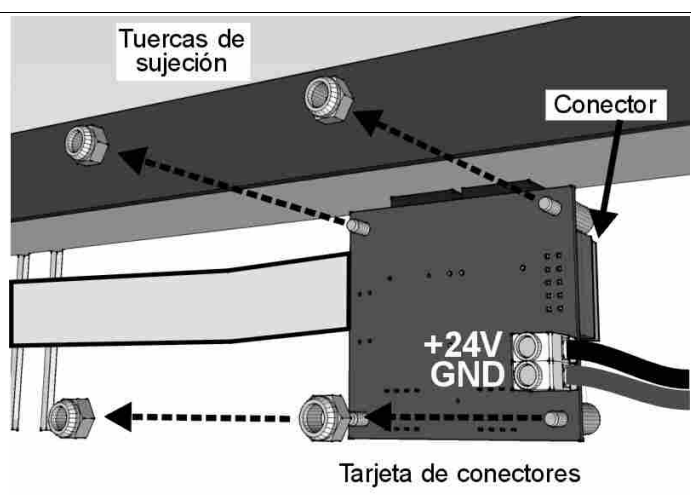

Fig. 17: Sujeción de la tarjeta de conectores
3. Desatornille las cuatro tuercas de sujeción de la tarjeta de conectores (Fig. 17) con un destornillador de 5,5 mm, sáquela de su alojamiento y monte la tarjeta nueva.